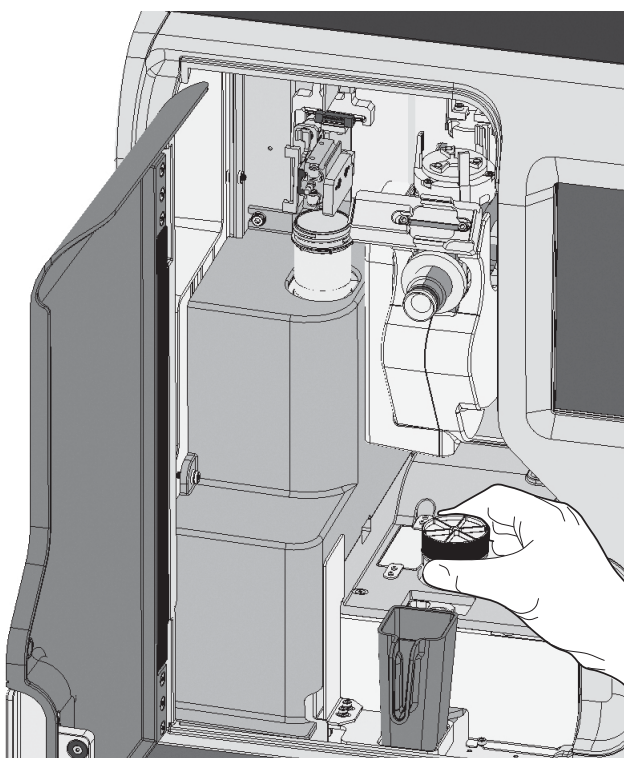

Figura 7-15 Colocar frasco
3. Coloque suavemente o frasco PreservCyt firmemente tapado e etiquetado contendo a amostra de paciente no copo dispersor até o fundo do frasco ficar apoiado sobre a base do copo dispersor. Consulte Figura 7-15.